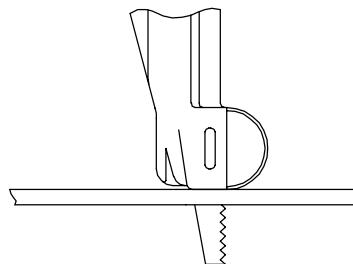

Figura 3
4. Cuando corte metal desde un borde, sujetela sierra tal como se indica en la Figura 3, manteniendo la guía de la hoja de sierra presionada firmemente contra el material a trabajar para evitar que vibre el metal y la hoja de la sierra haga ruido. Cuando realice cortes directos en metal, cincele o taladre primero un orificio de inicio.